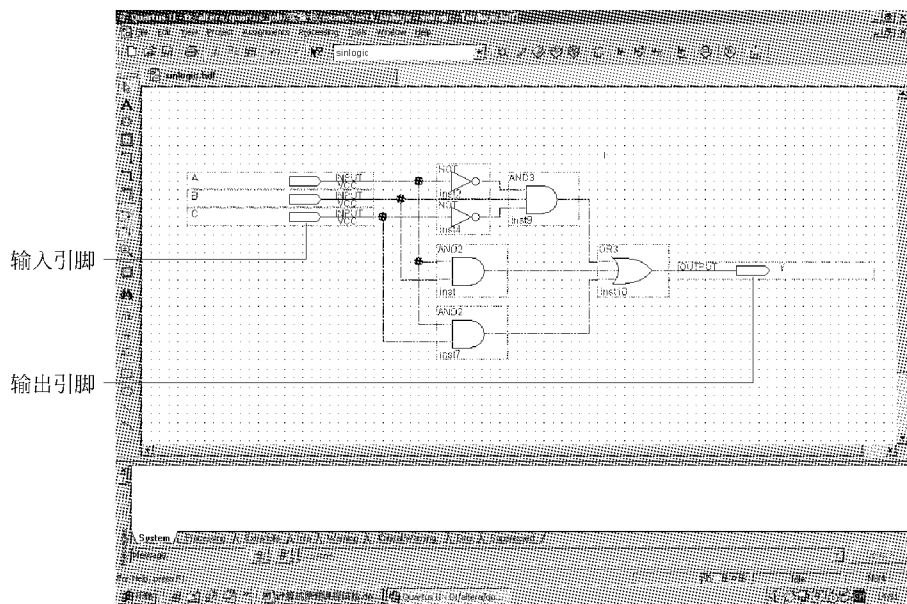

图 3-11 完成的逻辑电路图
(4) 单击 OK 按钮后系统会返回工作区,这时鼠标会带着与门图形移动,在工作区适当位置单击左键即可绘制出一个与门,再将鼠标移到别处单击,还可以得到相同的图形,选择工具栏中的  图标,可以去掉单击鼠标绘制图形的功能。
(5) 照此方法在 logic 目录中找到非门 not、有三个输入端的或门 or3 和有三个输入端的与门 and3,分别放到如图 3-11 所示的工作区中的适当位置。
(6) 在工具栏中图标  和  都凹陷时,按住鼠标拖动,可以直接在元件间连线。
为了便于观察,一般情况下输入引脚要放在电路图的最左侧,输出引脚放在电路图的右侧。用鼠标双击放好的引脚,就可对其重新命名。将三个输入引脚分别命名为 A、B、C,输出引脚命名为 Y。完成后的电路如图 3-11 所示。